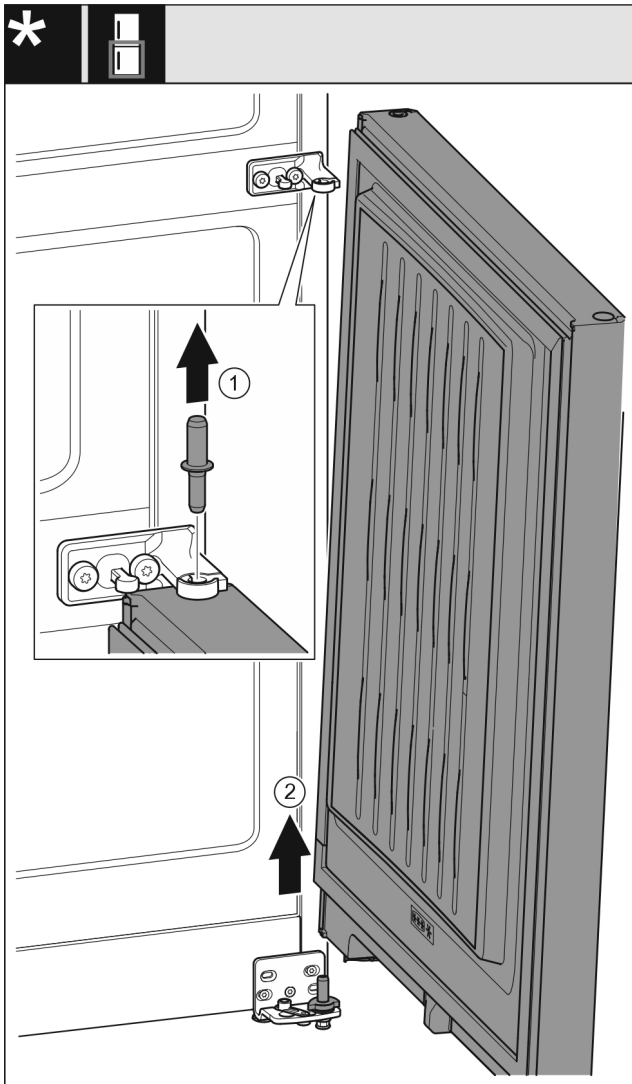

Fig. 26 Zonder sluitdemper*
- Bouten Fig. 26 (1) naar boven toe eruit trekken.*
- Deur Fig. 26 (2) eruit draaien, naar boven trekken en opzij leggen.*